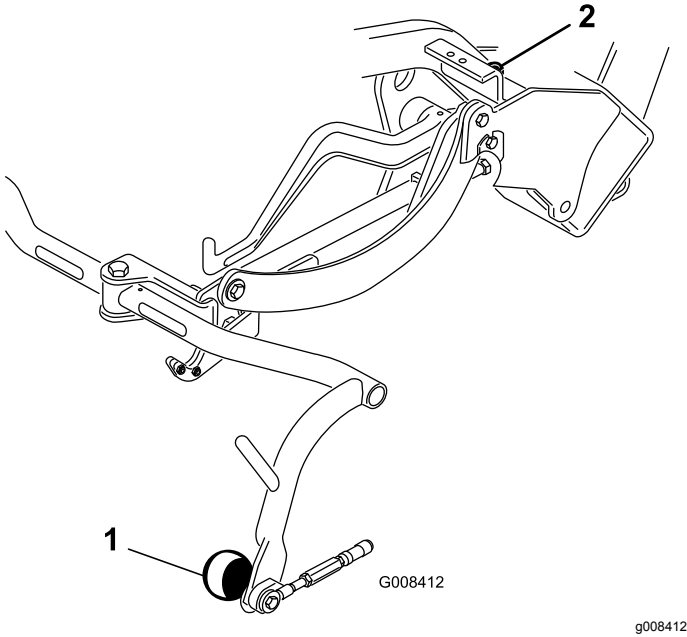

图9
3. 如果必须调节间隙应拧松承载架限位螺丝上的锁紧螺母图9上下旋转螺丝以升起或放低承载架。拧紧锁紧螺母固定调整。